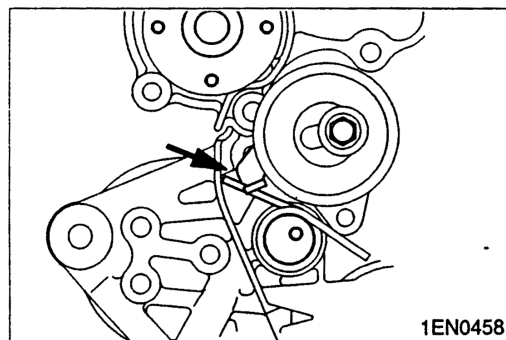

图 3-10
- 如图 3-10 所示, 将张紧器弹簧的一个伸长端钩在正时皮带张紧器的钩形部。并将张紧器装到机油泵壳体上。